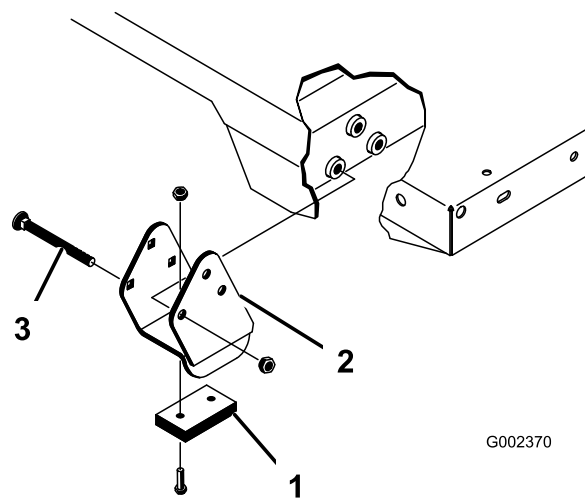

Рисунок 42
Примечание: Убедитесь, что распорные кронштейны и износные колодки (Рисунок 42) установлены так, что головки каретных болтов находятся внутри автомобиля.
2. Аккуратно установите кузов на раму автомобиля, совместив отверстия в задней шарнирной плите кузова с отверстиями в заднем швеллере рамы, и установите два шплинтуемых штифта и шплинты (Рисунок 42).
4. Вставьте шплинтуемый штифт с наружной стороны кузова, при этом шплинт должен находиться снаружи (Рисунок 42).